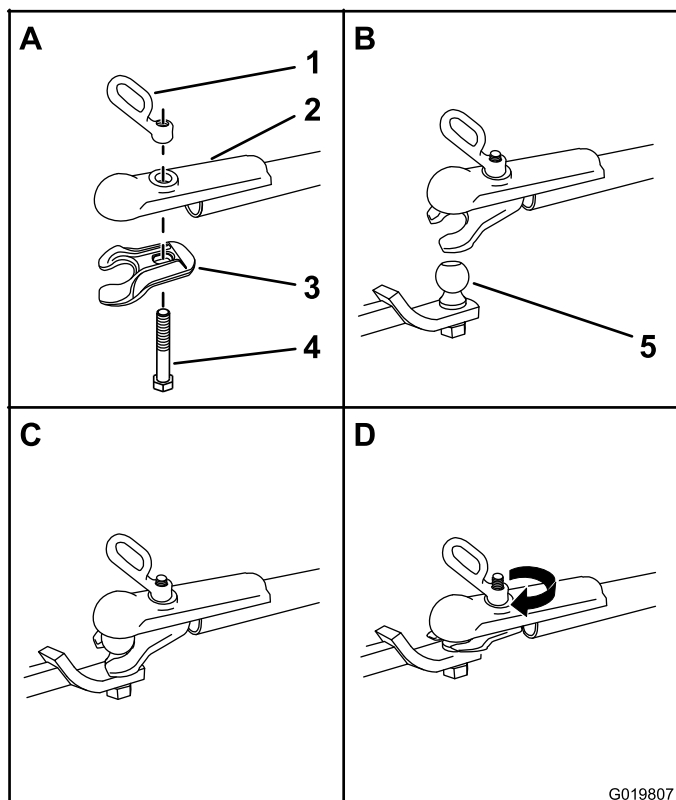

Figure 18
1. Appliquez du frein-filet sur les filetages du boulon de la tête d'attelage pour bloquer la poignée de la tête d'attelage en place (Figure 18).
3. Poussez le boulon de la tête d'attelage dans la chape et le haut de la tête d'attelage, puis fixez la poignée de la tête d'attelage au boulon (Figure 18).
5. Tournez la poignée de la tête d'attelage dans le sens horaire pour la visser sur le boulon jusqu'à ce qu'elle soit bien fixée (Figure 18).